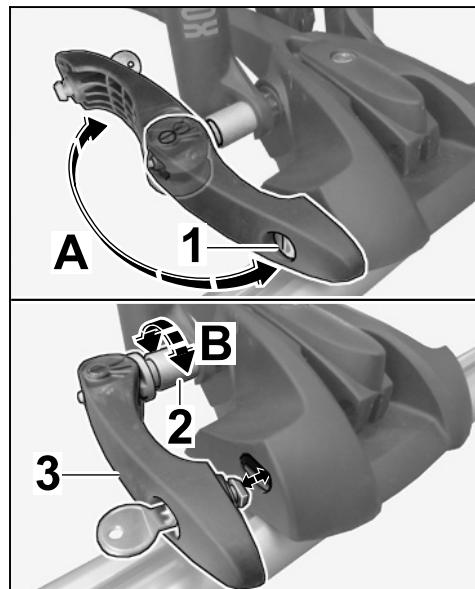

Figura 38
- 8.3.3 Girar la palanca tensora con cerradura hacia atrás ( $\Rightarrow$  Figura 38-A-).
- 8.3.4 Si fuera necesario, aflojar un poco el casquillo de ajuste ( $\Rightarrow$  Figura 38-B-).